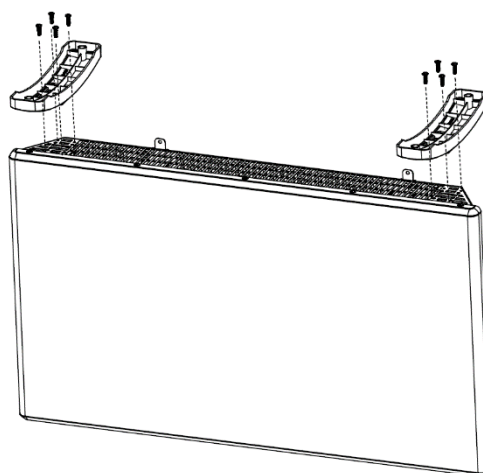

Рис.6
5.7. Для установки конвектора на пол, необходимо установить каждую опору на нижнюю часть корпуса и закрепить винтами М4*10 (Рис.6).